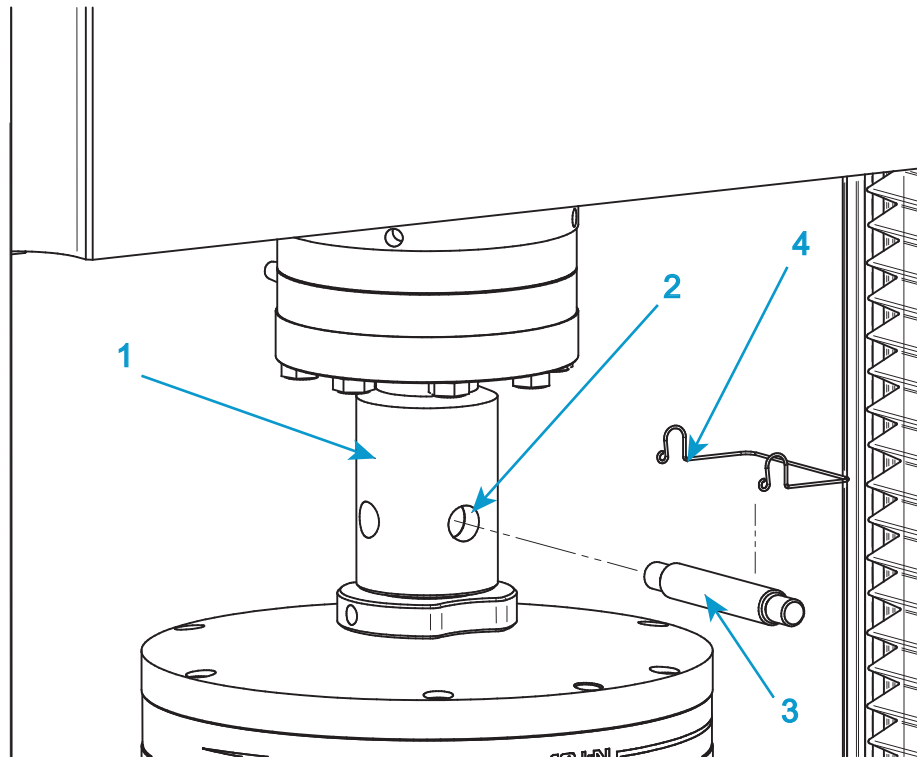

図 28. 一般的なグリップの取り付け
この手順を実行するときは、99 ページの図 28 を参照してください。
1. 上側グリップでは、グリップのアダプタをロードセル アダプタのメス クレビス ソケット (図 28 の 1) に挿入します。
2. クレビス穴 (図 28 の 2) の位置を合わせ、クレビス ピン (図 28 の 3) を穴に差し込みます。
3. クレビス ピン クリップ (図 28 の 4) でクレビスを所定の位置に固定します。